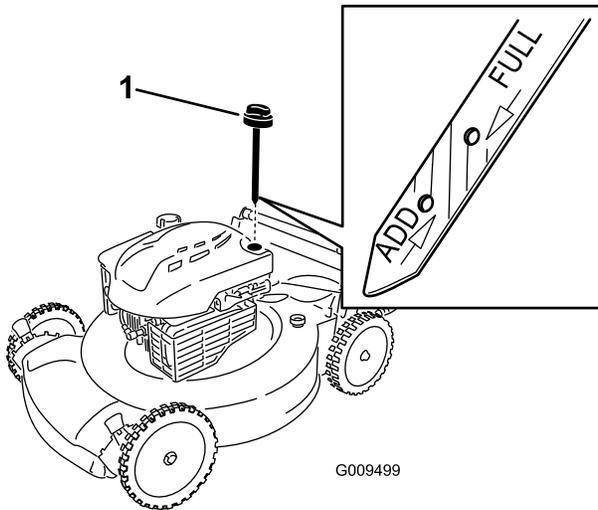

Figure 5
1. Retirez la jauge (Figure 5).
2. Versez de l'huile **lentement** dans le goulot de remplissage pour faire monter le niveau de liquide jusqu'au repère **maximum** (Full) sur la jauge (Figure 5). Après avoir fait l'appoint d'huile, patientez 3 minutes avant de contrôler le niveau d'huile avec la jauge. **Ne remplissez pas excessivement.** (Remplissage max. : 0,59 l, type : huile détergente SAE 30 de classe de service API SF, SG, SH, SJ, SL ou supérieure.)